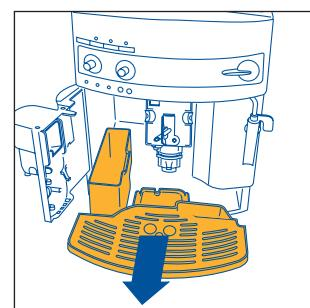

Рис. 16
ПРИМЕЧАНИЕ 6: кофеварка подсчитывает количество чашек воды, которые были приготовлены. Каждые 14 чашек загорается индикатор ☰, предупреждая, что кассета для кофейной гущи заполнена и ее необходимо вытряхнуть и прочистить. До очистки кассеты для гущи лампа остается горящей, а кофеварка больше не готовит кофе. Для того, чтобы произвести очистку, откройте дверцу для обслуживания, расположенную в нижней части (потянув за специальную ручку, рис. 15), извлеките ванночку для сбора воды, рис. 16, и очистите ее. Тщательно очистите кассету для кофейной гущи, удалив все остатки которые могут находиться на дне. **ОБРАТИТЕ ВНИМАНИЕ:** когда извлекается ванночка для сбора воды, **НЕОБХОДИМО ОБЯЗАТЕЛЬНО** чистить кассету для гущи, даже если она не заполнена. Если эта операция не выполняется, может случиться, что когда будут готовиться последующие порции кофе, кассета переполнится и кофеварка засорится кофе.
- извлеките ванночку для сбора воды и кассету для гущи, рис. 16 и промойте их;